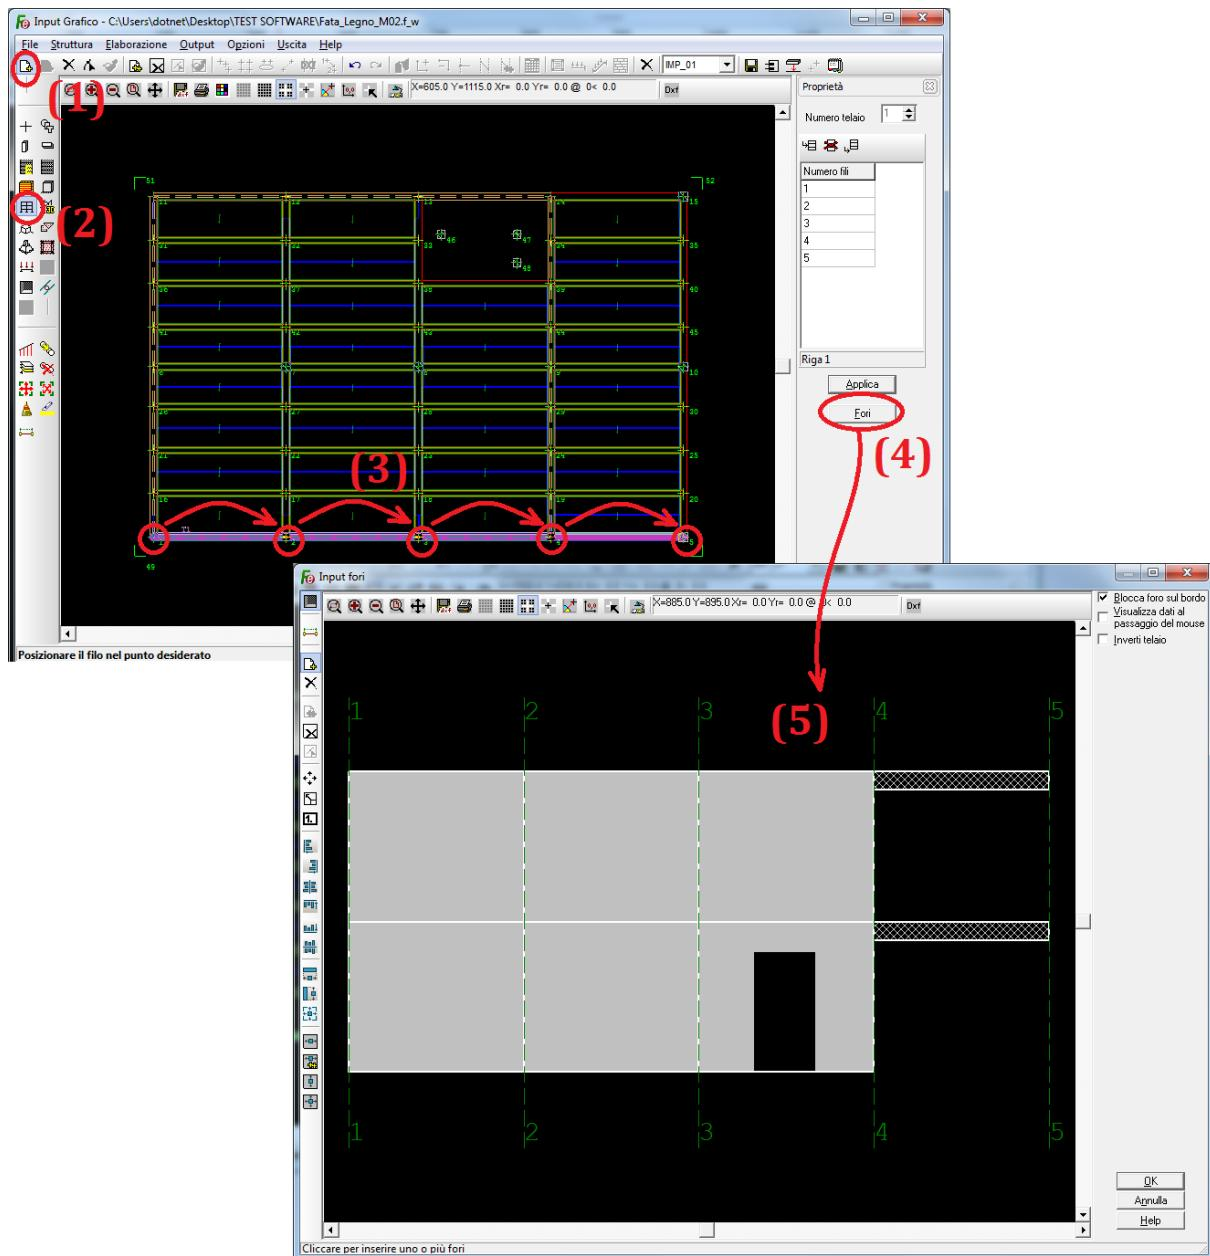

Figura 88
A tal proposito con riferimento alla figura 88 cliccare sul tasto “*Definizione Telai*” (2) e poi sul tasto “*Introduci*” (1). Puntare e cliccare in sequenza (3) su tutti i fili fissi costituenti il telaio per come rappresentato in figura.